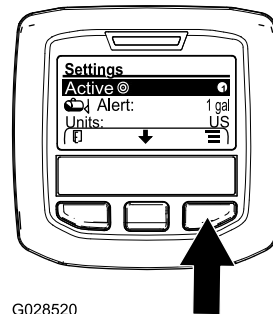

图 69
- 按中间选择按钮可突出显示活动喷洒率设置图 69。
- 按右侧选择按钮可在喷洒率 1 和 2 之间切换图 69。